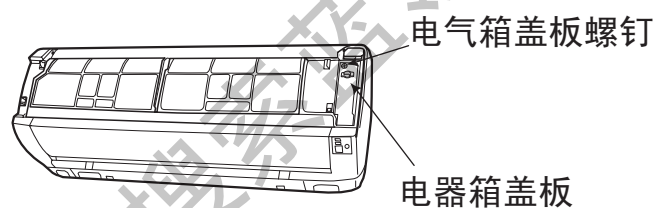

图14-2
### (2) 打开面板，拧下电气箱盖板固定螺钉，取下电气箱盖板。（如图14-2）
- 连接电缆连接结束后，用螺钉将接线盖板固定（如图14-2）。
- 然后用手将面框右下角风室下盖板 ①、② 处的勾子沿箭头相反方向推紧，装上风室下盖板，然后关上面板。